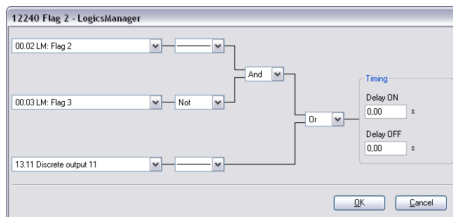

Abb. 248: LogicsManager-Funktion „Merker 2“
3. ➤ Konfigurieren Sie die LogicsManager-Funktion „Merker 2“ (siehe Abb. 248).